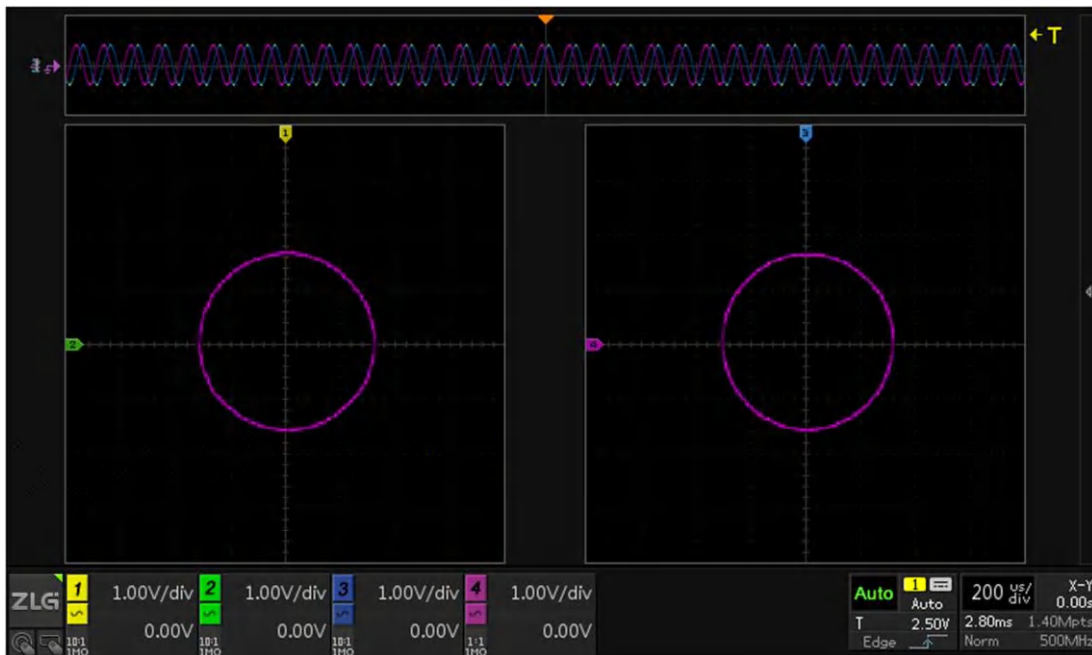

图 9.11 圆
- 当  $\Phi = \pi/2$  并且  $A = B$  时，得到 X 和 Y 的关系为  $A^2(\sin\omega t)^2 + A^2(\cos\omega t)^2 = A^2$ ，此时波形即为以 A 为半径的圆，如图 9.11 所示。